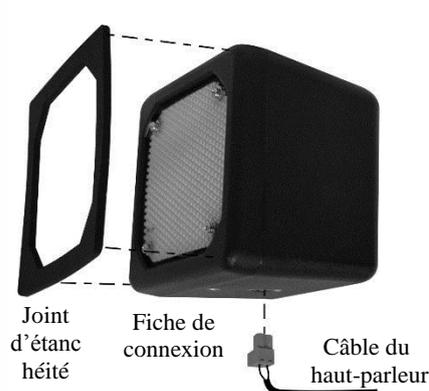

Figure 22. SP10 avec le joint d'étanchéité et la fiche de connexion du câble
1. Retirez environ 25 mm d'isolation à l'extrémité du câble de haut-parleur, et dénudez chacun des deux fils de câble sur environ 6 mm, mais ne les mouillez pas de soudure. Branchez les fils du câble du haut-parleur à la fiche de connexion, comme indiqué sur la **figure 22**.
2. Insérez la fiche dans le connecteur du haut-parleur comme illustré par la **figure 22**.
1. Retirez la protection de la bande adhésive à double face, et appliquez le côté adhésif du joint d'étanchéité contre l'avant du haut-parleur dans la position représentée sur la **figure 22**.